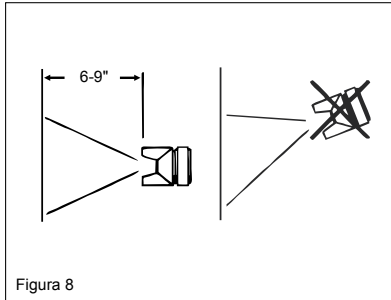

Figura 8
4. Mantenga la pistola de pulverización en el ángulo derecho de 90 grados con la superficie que está recubierta y mantener una aún, distancia y velocidad constantes. (Ver Figura 8)